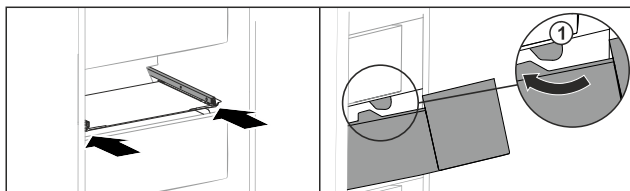

Fig. 146
- ▶ Ved'te zásuvku podél zářezů Fig. 146 (1).